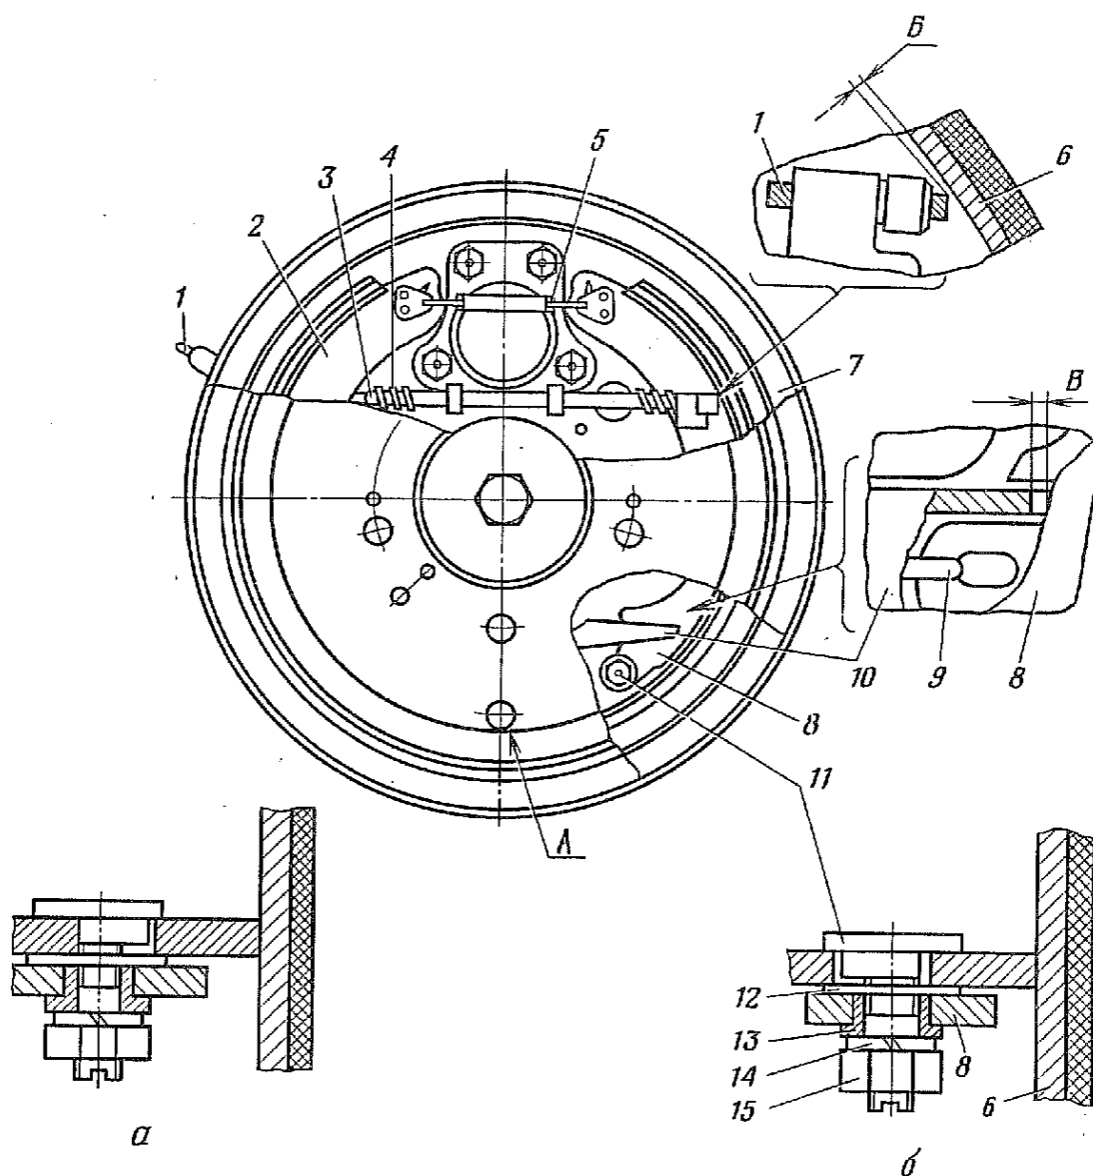

Рис. 83. Тормоз заднего колеса:
Примечание. При снятии тормозного барабана рычаг ручного привода тормоза должен быть опущен вниз до упора. При затрудненном снятии тормозного барабана с колодок повернуть тормозной барабан до совмещения отверстия *A* (рис. 83) с гайкой *15*, установить на гайку торцовый ключ и отодвинуть им колодку от барабана.
4.2. Вставить регулировочный винт 11 (рис. 83) в отверстие колодки 6, установить на регулировочный винт шайбу 12, разжимной рычаг 8, втулку 13, пружинную шайбу 14 и закрепить гайкой 15 (ключ торцовый 13, отвертка 200×1,0).